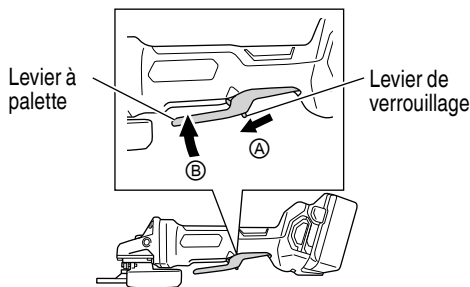

Fig. 12
- <G3612DB> (Fig. 12)
Pour mettre l'outil en marche, poussez le levier de verrouillage dans la direction de (A) et appuyez sur le levier à palette dans la direction de (B) comme indiqué sur la Fig. 12. Relâchez le levier à palette pour arrêter l'outil.